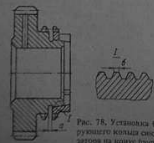

Рис. 78. Установка блокирующего кольца синхронизатора на конус шестерни
между торцами шестерни и блокирующего кольца (рис. 78) зазор a должен быть не менее 0,5 мм, а ширина b притупления вершины резьбы — не более 0,3 мм. При зазоре менее 0,5 мм и ширине притупления резьбы более 0,3 мм synchronization будет усложнено ухаживать;
3. При подборе блокирующих колец к шестерням (см. рис. 78) следует обратить внимание на то, чтобы кольцо плотно (без покачивания) садилось на конус шестерни. Зазор α между торцами блокирующего кольца и зубчатым венцом шестерни для новых деталей должен составлять $1,15 - 1,73$ мм.